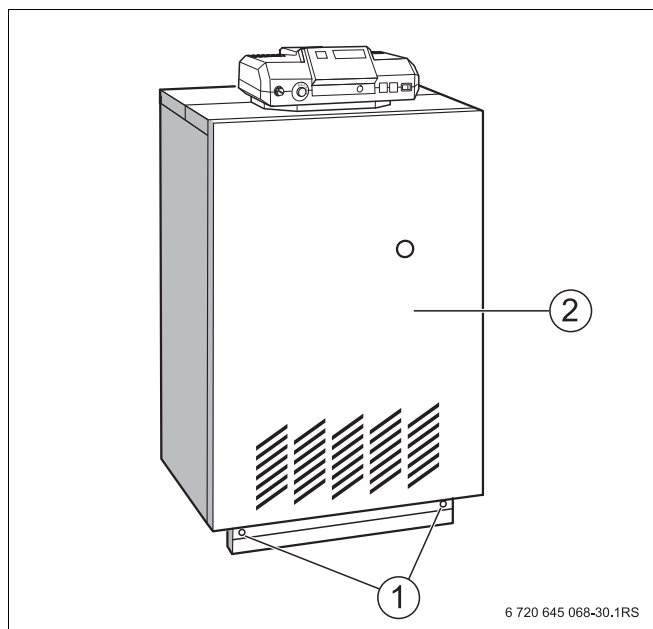

Рис. 34 Logano G234 WS, полностью смонтированный
- Подвесить переднюю стенку котла (Рис. 34, **поз. 2**).
- Вставить и закрутить справа и слева в боковые стенки фиксирующие винты (Рис. 34, **поз. 1**).